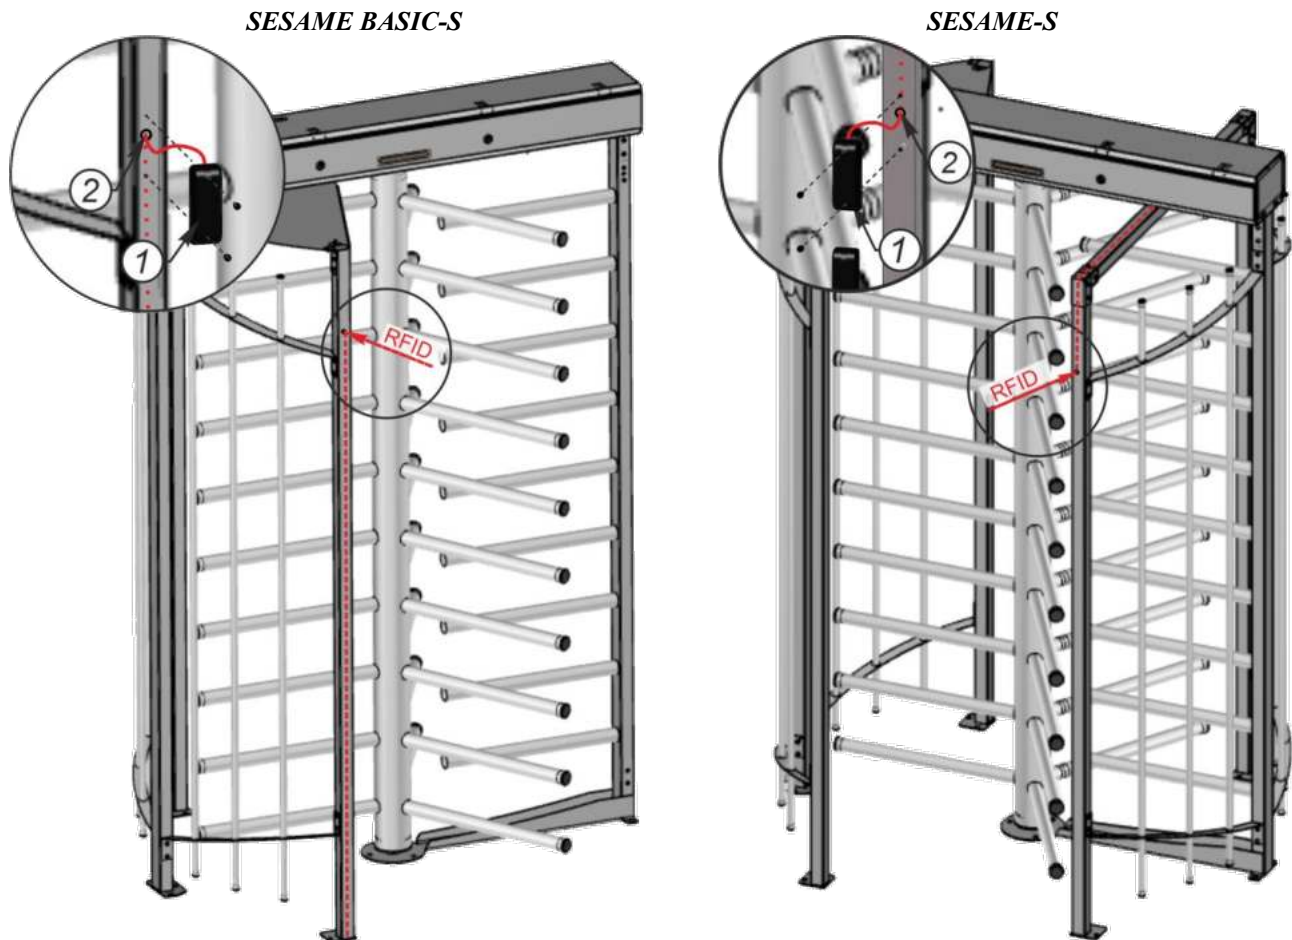

Рис.23 - Встановлення зчитувача безконтактних карт
- Зробіть отвори (2) у торці стінки проходу (див. рис. 23), за розміром відповідно до обраного замовником зчитувача (1). Протягніть кабель до контейнера, закріпіть зчитувач (1) на стійці та підключіть до блоку електронного управління;